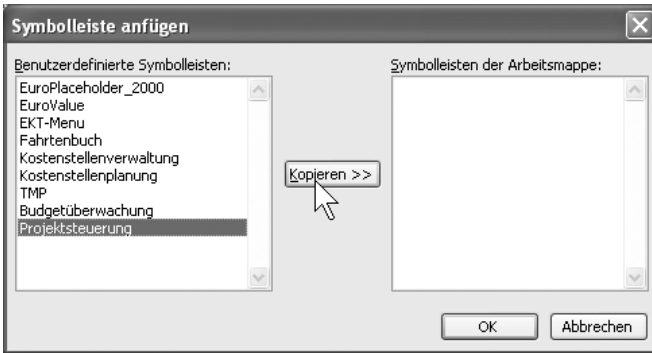

Abbildung 5.25 Die Symbolleiste wird an die Mappe gebunden
- ❸ Die neue Symbolleiste gehört zunächst zur Excel-Oberfläche. Um sie an die Mappe zu binden, klicken Sie auf *Anfügen*. Markieren Sie die Symbolleiste, und holen Sie sie per Klick auf *Kopieren* in die Arbeitsmappe (siehe Abbildung 5.25).
- ❹ Schalten Sie auf die Registerkarte *Befehle* um, und ziehen Sie das Ordnersymbol *Öffnen* aus der Liste rechts auf die neue Symbolleiste.